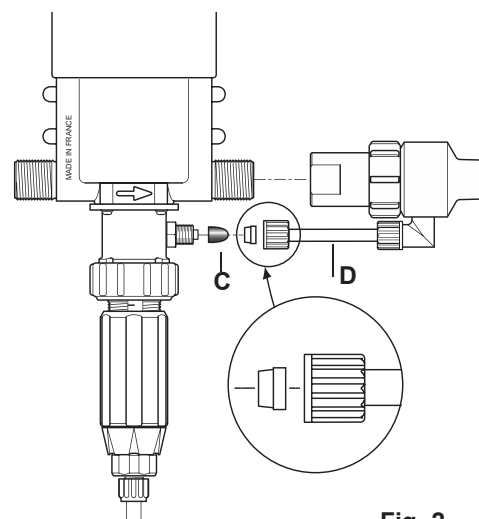

Fig. 2
Para los modelos Inyección Externa (IE) que permiten de trabajar con ciertos concentrados corrosivos, el Dosatron se entrega con un sub.-conjunto inyección externa (**Fig. 2-D**).
¡ ATENCIÓN ! Dejar el filtro de aspiración a 10 cm del fondo del recipiente de solución para evitar aspirar las partículas no solubles que puedan dañar el cuerpo dosificador (Fig. 2).